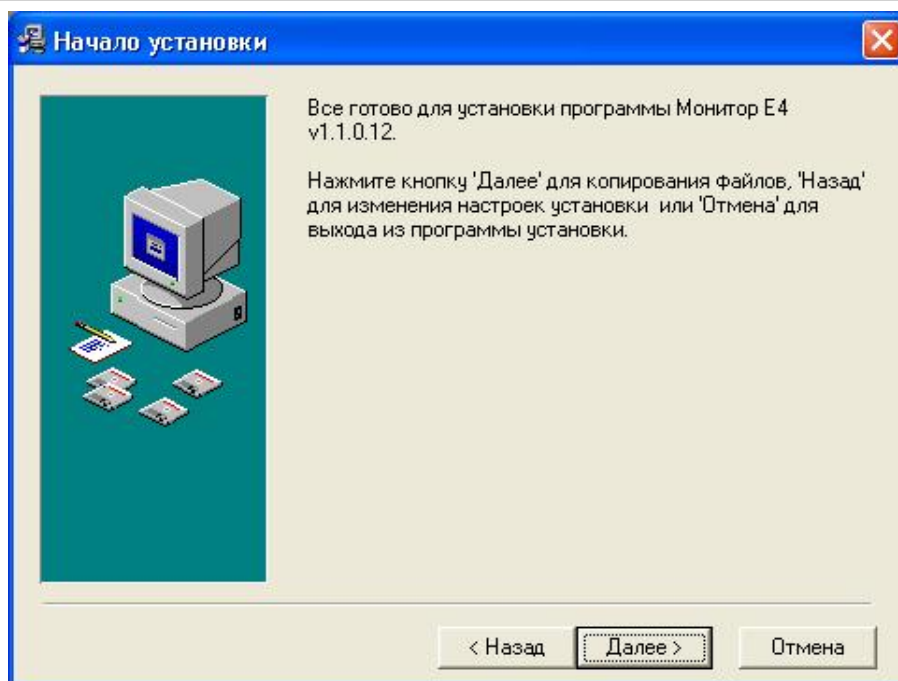

Рисунок 3.5 – Диалог «Копирование файлов»
3.3.4 После ввода всей необходимой информации программа выводит окно «Начало установки» (рисунок 3.5), где сообщает о готовности к копированию файлов.